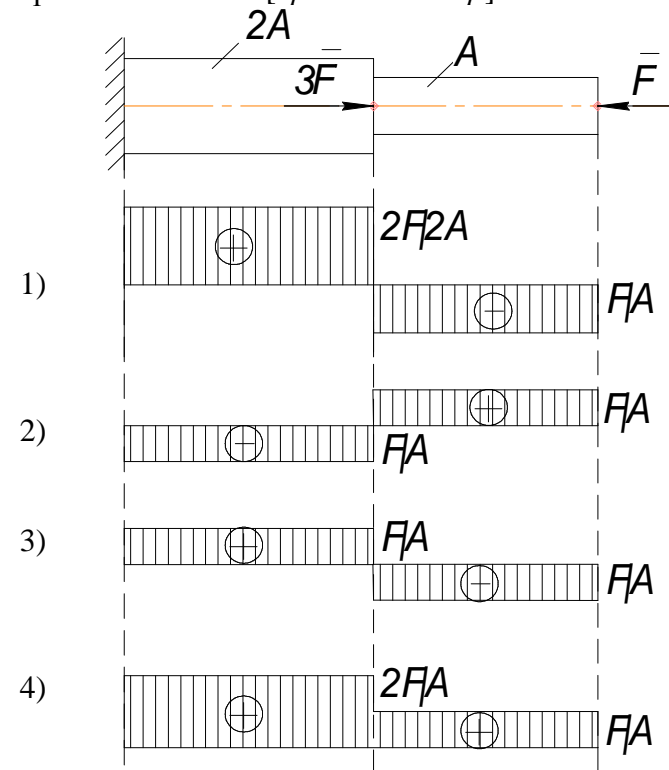

Рис.2.28
2.58. Эпюра нормальных напряжений для бруса на рис.2.28 изображена на схеме [простой выбор]...